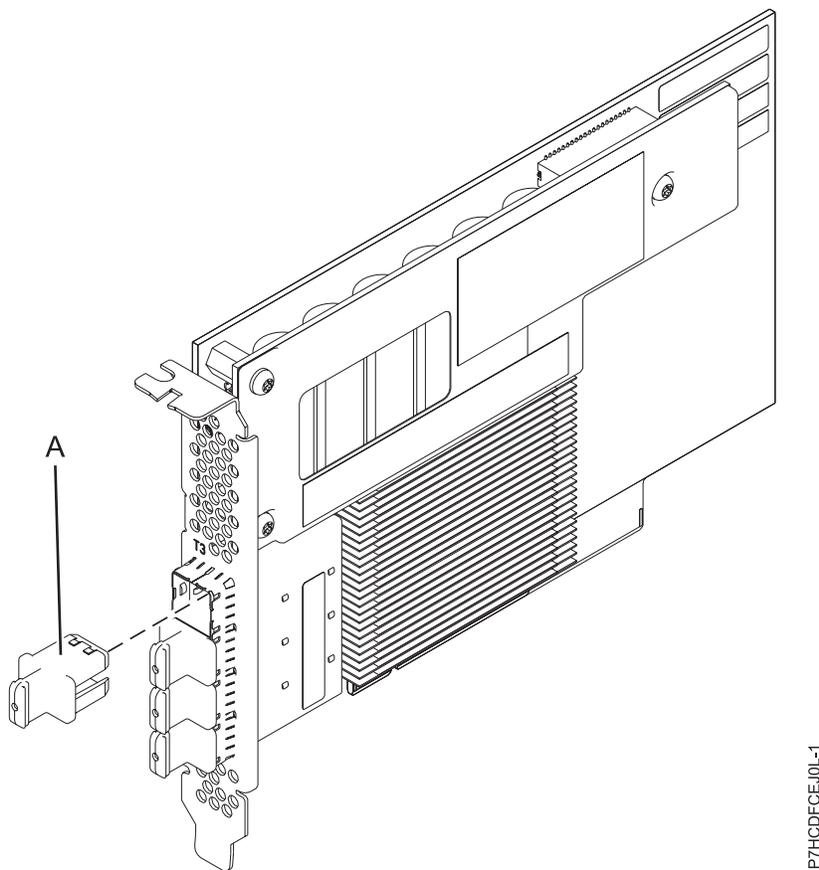

Figure 26. Carte PCIe3 avec cache SAS RAID de 12 Go, 6 Go.
La figure 26, à la page 79 présente la carte PCIe3 avec cache SAS RAID de 12 Go, quatre ports, 6 Go. Le capuchon du connecteur (A) est installé dans un port vide et empêche que ce port ne soit endommagé lorsqu'un câble d'un connecteur de port adjacent est branché ou retiré.
La carte FC EJ0L est une carte courte, de largeur simple, pleine hauteur. La figure 26 présente la carte FC EJ0L. Chaque carte FC EJ0L requiert la présence d'une autre carte FC EJ0L sur ce serveur, ou sur un autre serveur, pour opérer en paire avec la carte SAS RAID et activer la fonctionnalité de cache et les autres fonctions haute disponibilité, multi-initiateurs (adaptateur d'E-S de stockage double).